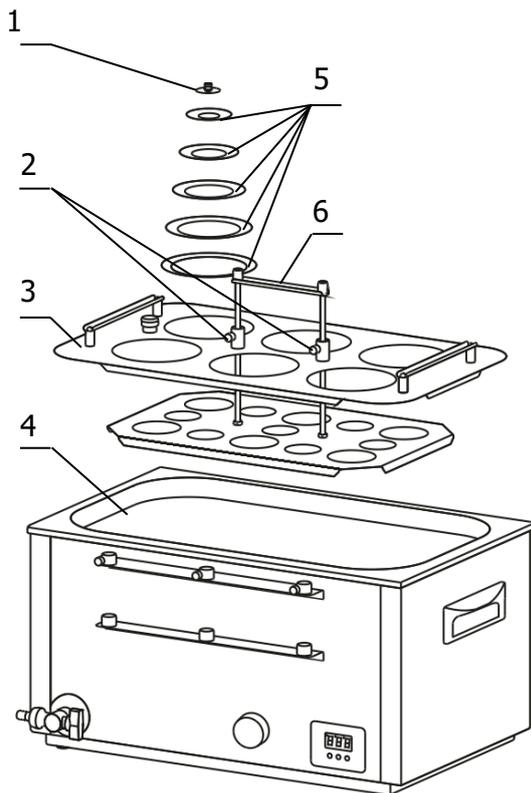

Рисунок 3 — Установка корзины в ванну бани (на примере ЛБ63)
1.4.1 Все модификации лабораторных бань ЛБ имеют сходную конструкцию ванны 3, в которую установлена корзина 1. Корзина имеет адаптер для контрольного термометра 2 и регулируемое по высоте дно. Баня имеет механический таймер 6, цифровой регулятор температуры 7 и кран для слива теплоносителя 5. Каждое рабочее место оснащено системой из пяти concentric колец 5 (рисунок 3), позволяющей размещать в корзине емкости различного диаметра (максимальный диаметр рабочего места — 110 мм). Крышка 1 (рисунок 3) закрывает отверстие в наименьшем из колец при неиспользовании рабочего места. Штативы с лапками 8 (рисунок 1) предназначены для установки в вертикальное положение и фиксации высоких и неустойчивых емкостей.
2.2.2 Установить корзину 3 в ванну 4 (рисунок 3).
Корзины лабораторных бань на два и шесть рабочих мест имеют стационарную ручку 6 (рисунок 3). Корзины бань на одно, три и четыре рабочих места — съемную ручку 6, показанную на рисунке 4.
2.2.4 Поднять дно корзины в крайнее верхнее положение с помощью ручки 6 и зафиксировать винтовыми фиксаторами 2 (рисунок 3). В зависимости от диаметра емкости установить необходимое количество концентрических колец 5 и поместить емкость в корзину. Положение колбы можно зафиксировать, надев на ее горловину кольцо подходящего диаметра.